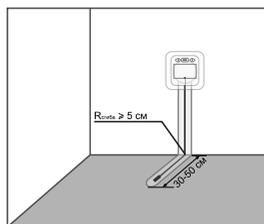

Рис. 2
- Сделайте штробу (ширина - 2 см, глубина - 2 см) для последующего размещения гофрированной трубки с датчиком температуры и монтажных (холодных) концов нагревательного мата. Штроба должна проходить в стене от места расположения терморегулятора к полу и продолжаться в поверхности пола на 30-50 см к центру зоны нагревательного мата. Участки штробы в стене и в полу должны быть перпендикулярны друг другу (см. Рис.2). Изгиб гофрированной трубки с датчиком температуры допускается только в месте перехода со стены на пол. Соблюдение этих условий обеспечит свободное движение датчика температуры внутри трубки и позволит предусмотреть возможность его замены в случае необходимости (выход из строя, установка другого термостата и т.п.)